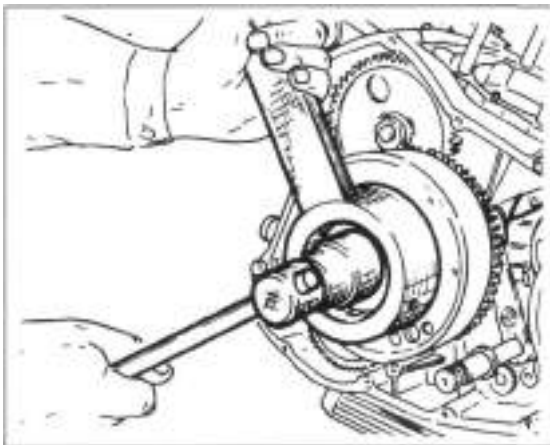

Bild 76
- Rotor mit Ducati-Werkzeug 88713.0710 gegenhalten und Mutter ausdrehen (Bild 76).